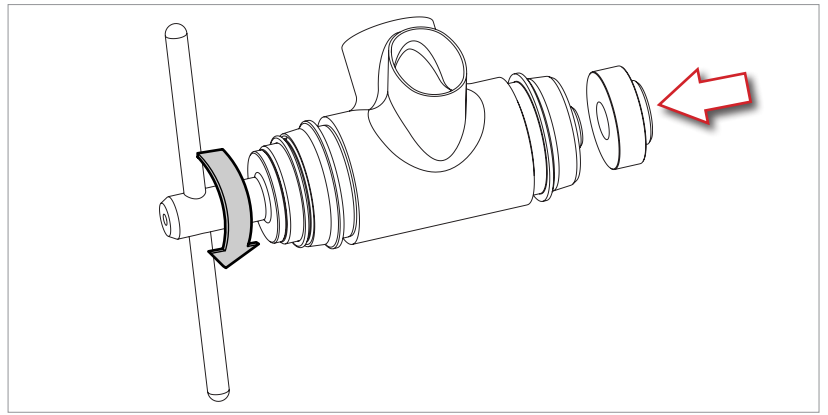

Fig.5
- Enrosque la herramienta UT-BB240 en la guía de la cazoleta izquierda hasta apoyarla en la propia cazoleta (Fig. 5).